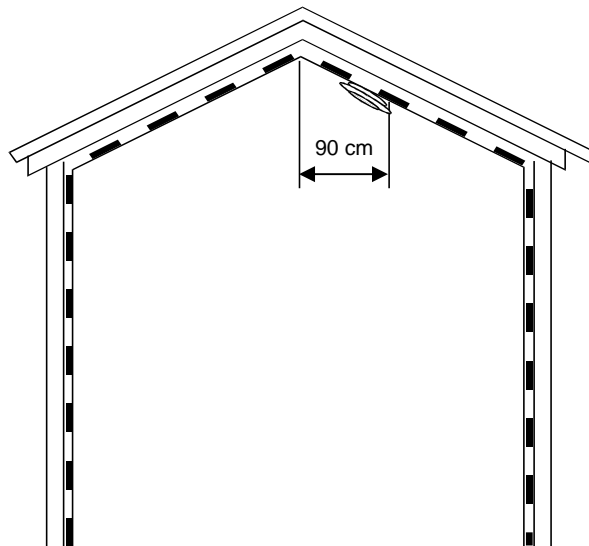

Figura 19
- En instalaciones con el techo inclinado, instalar el detector como se indica en la figura 19.